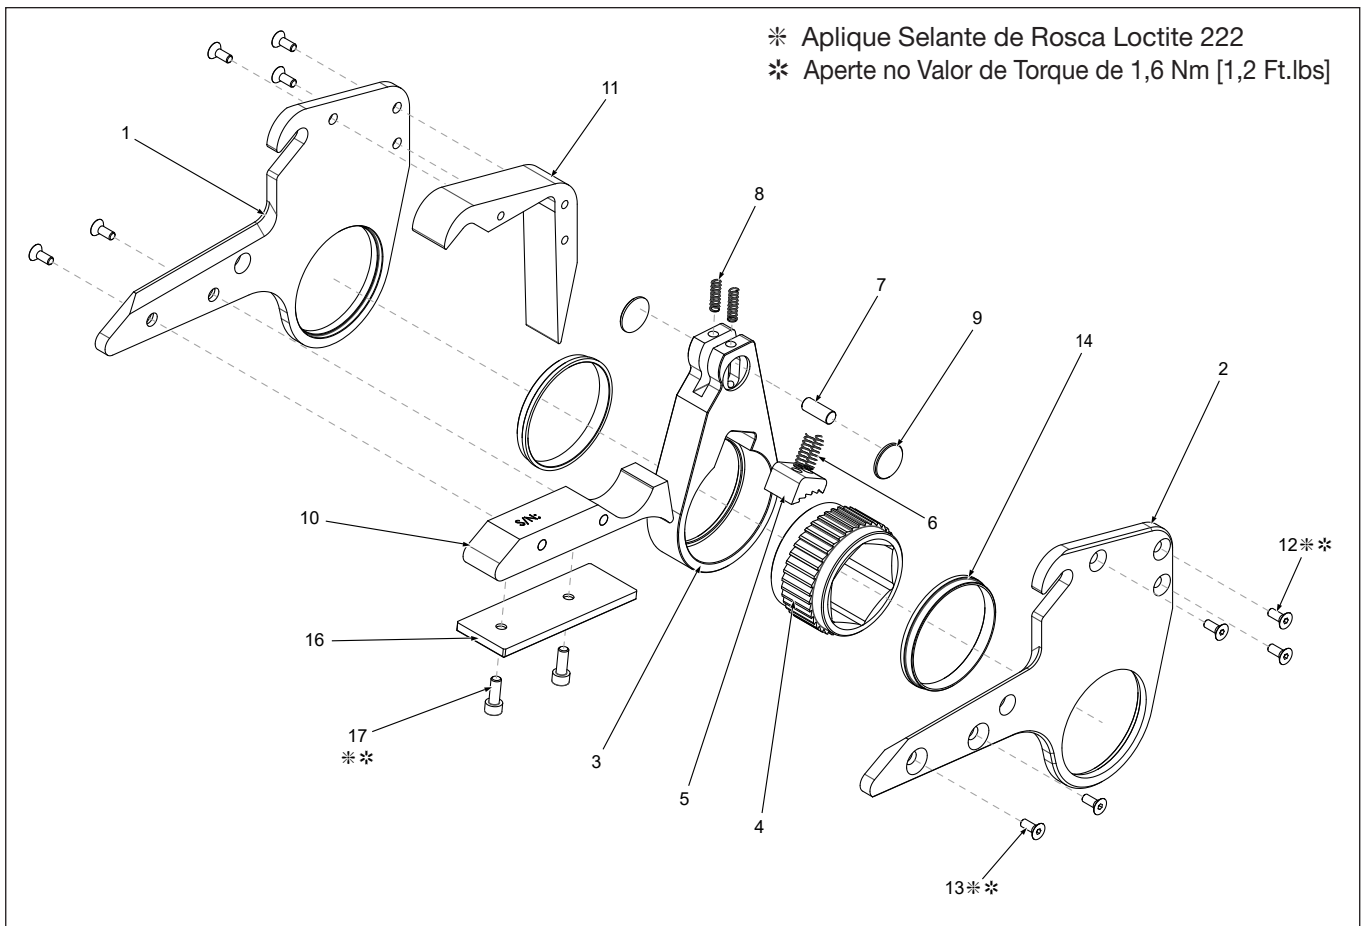

Figura 20: Cabeçote HMT HLP Ampliado
- Com o cabeçote HLP colocado de lado, remova os três parafusos espaçadores frontais (12) e os dois parafusos do bloco de reação (13) seguido por uma das placas laterais do cabeçote HLP (1 ou 2).
- Separe a bucha da catraca (14). O conjunto da placa de acionamento está livre para ser removido do cabeçote. Remova cuidadosamente as duas molas de compressão (8) da placa de acionamento e coloque de lado.
- Remova a catraca (4), canopla (5) e molas de canopla (6).
- Desengate os dois retentores do pino de acionamento (9) e deslize o pino de acionamento (7) para fora da placa de acionamento (3).
- Na placa remanescente remova os três parafusos espaçadores frontais (12) e os dois parafusos do bloco de reação (13) separe o espaçador frontal (11) e bloco de reação (10) da placa lateral do cabeçote HLP (1 ou 2) remanescente.
- Desmonte o bloco de reação removendo os dois parafusos de cabeça sextavada (17) e remova a placa de desgaste (16) do espaçador do bloco de reação (10).
- Enxugue todos os componentes. Aplique uma camada fina de graxa de bissulfeto de molibdênio nas áreas indicadas na figura 20.